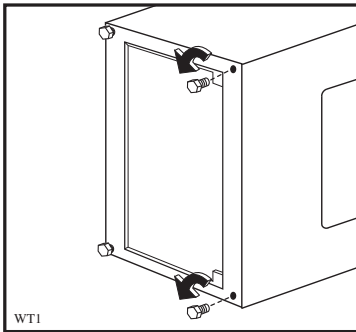
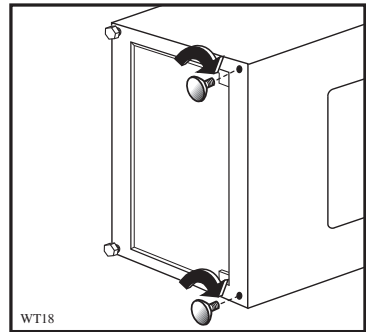

Fig 1
Fig 1a
- Verwijder de voetjes aan de voorzijde (fig. 1) en monteer daarvoor in de plaats de daarmee corresponderende rubberen voetjes (fig. 1a).